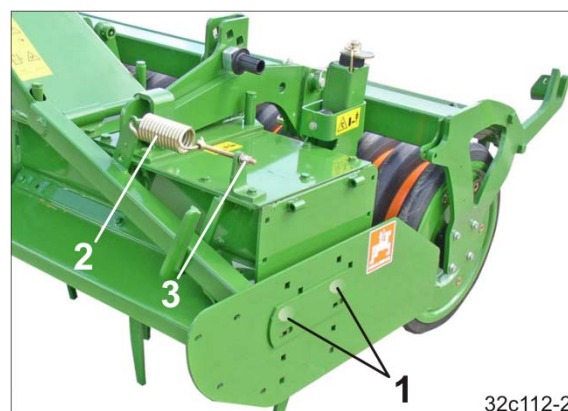

Fig. 119
Sidepladen er fastgjort med to fladrundskruer (Fig. 119/1) og kan indstilles i højden.
2. Fjedrenes spænding (Fig. 119/2) indstilles ved at dreje møtrikken (Fig. 119/3).